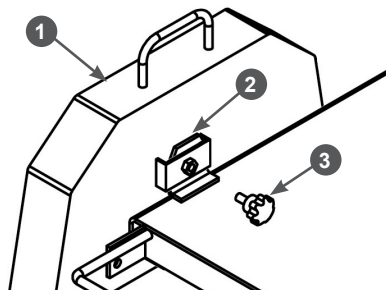

Рис. 14 Болт крепления кожуха SC400
- Снимите защитный кожух. Для SC350: потяните его вверх и снимите с кронштейна. Для SC400: ослабьте затяжку барашкового болта крепления кожуха к кронштейну, потяните кожух вверх и снимите с кронштейна (Рис. 14).